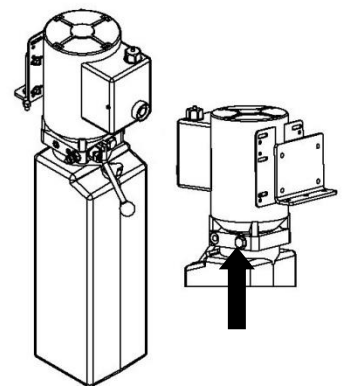

FIGURE 20 : SCEAU DE SÉCURITÉ
1. SCEAU DE SÉCURITÉ SUR LE BOUCHON DU RÉGULATEUR DE PRESSION. VOIR **FIGURE 20**.